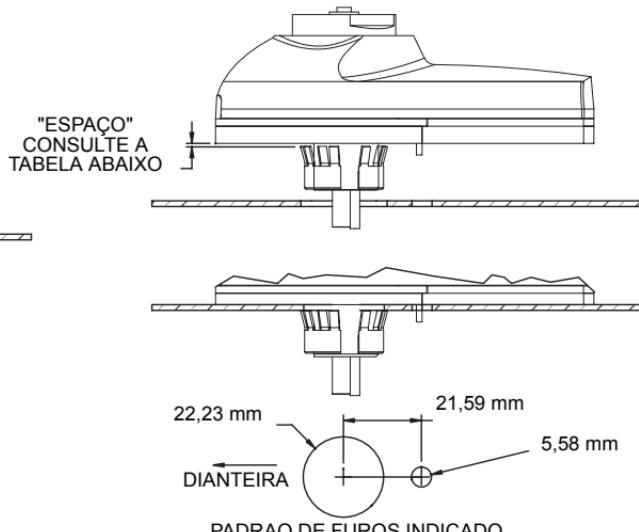

Figura 2. Instalação oculta
- Faça furos através da superfície de montagem [espessura máxima de 0,33 cm] de acordo com o tamanho e a posição indicados na figura 2.